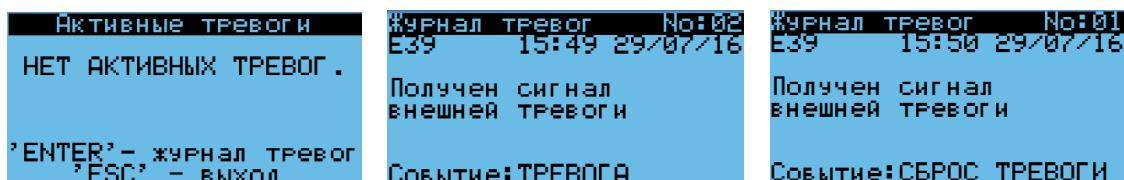

Рис. 5
- 8.4 Ранее возникавшие тревоги можно посмотреть в «Журнале тревог», перейдя в него из меню активных тревог или со страницы информации об отсутствии активных тревог нажатием кнопки «↔» (см. рис. 5)